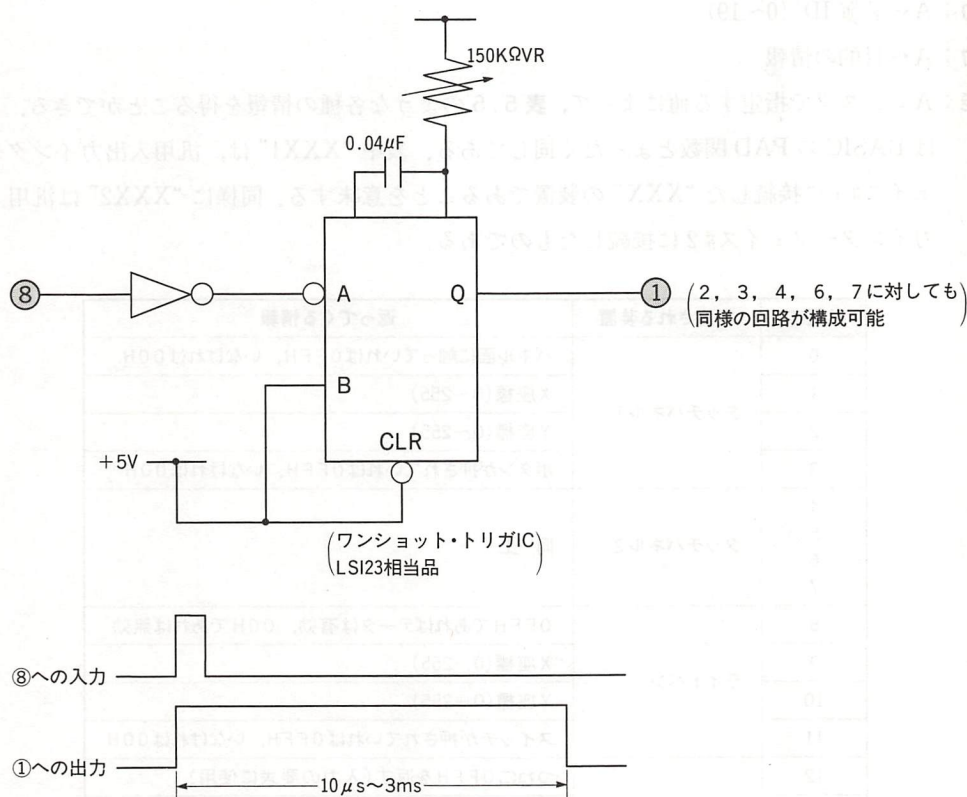

図5.24 パドル回路図
パドルの回路は図5.24のとおりです。⑧端子にパルスを送ると単安定マルチバイブレータは、ある時間幅のパルスが発生します。この幅は可変抵抗の値によって $10\mu\text{s}$ ～ 3ms の範囲で変化しますので、パルス長を測定すれば可変抵抗の値、ひいてはその回転角を知ることができます。